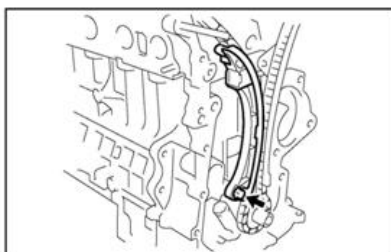

Рисунок II-103
6. Установите башмак натяжителя и закрепите его болтами (см. Рисунок II-103).